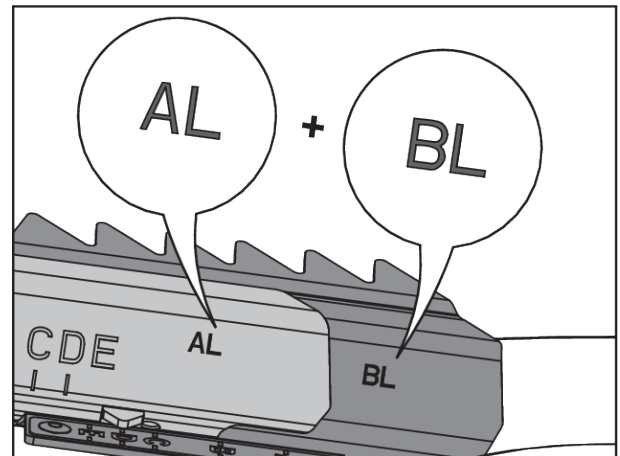

Fig. 79: Kombination av spridarvingar
- Se Fig. 79 Kombination av spridarvingar